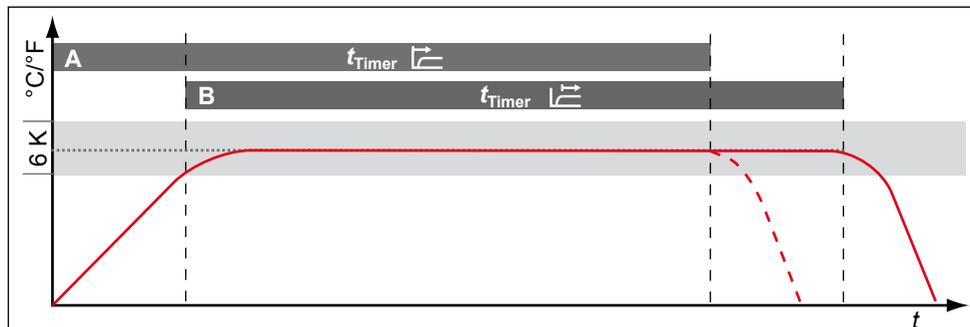

Рис. 22 Режим с таймером
Здесь можно определить, должен ли цифровой счетчик обратного отсчета с настройкой заданного времени (см. стр. 27) зависеть от установленного значения: таким образом определяется, должен ли таймер запускаться только после достижения установленной температуры в пределах интервала допуска ± 3 K (Рис. 22, B) или запускаться сразу после активации (A).